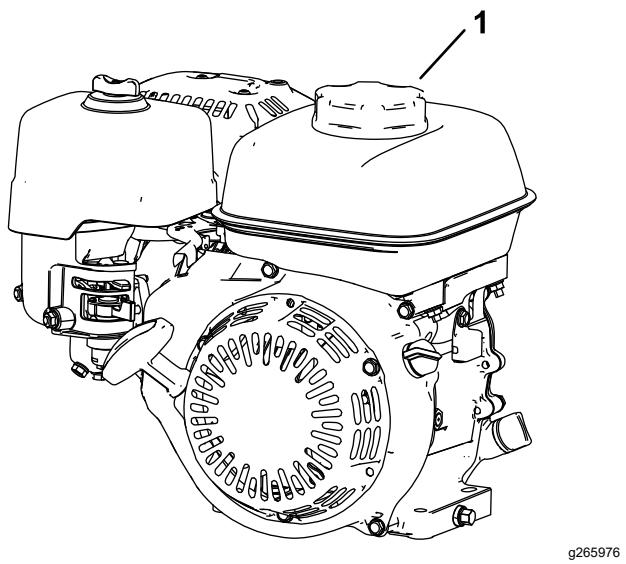

Figura 14
1. Limpe a zona em redor da tampa do depósito de combustível e retire a tampa do depósito (Figura 14). Encha o depósito de combustível até à parte inferior da abertura do tubo do depósito; consulte o *Manual do utilizador* do motor.